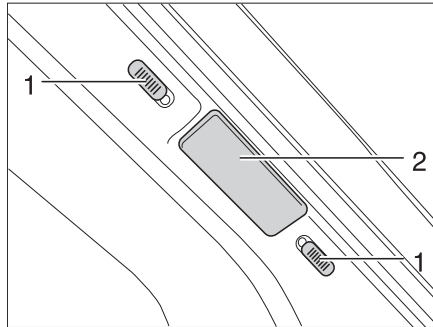
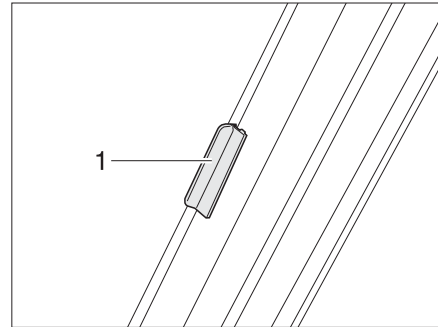

Fig. 25 Bloqueo estor plegable luna delantera
Fig. 26 Bloqueo estor plegable luna delantera (modelo I)
- Empujar ambas mitades del estor plegable para la luna delantera en el tirador (Fig. 25,2 y Fig. 26,1) hacia afuera, hasta el tope.
- Empujar los botones de bloqueo (Fig. 25,1) hacia abajo o hacia arriba. Cuando se vea el punto rojo, estará abierto el bloqueo.